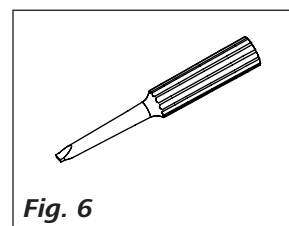

Fig. 6
- Отвертка (для цепи аварийной защиты) см. Fig. 6